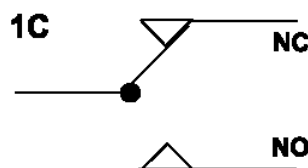

Рис. 3 Конфигурация контактов 1С.
2. Подключение к охранной сигнализации осуществляется через «сухой контакт» (конфигурация 1С, см. рис. 3). При срабатывании «тревожной кнопки» или открытии дверцы для доступа к ЭБУ (если активирован режим «не отключаемая задержка») работа темпокасы блокируется на 30 минут. При этом обеспечивается замыкание/размыкание «сухого контакта» длительностью 1 секунда. При любом экстренном отключении электропитания, во время блокировки, после его возобновления, устройство также замыкает/размыкает соответствующие контакты, возобновляя режим блокировки.